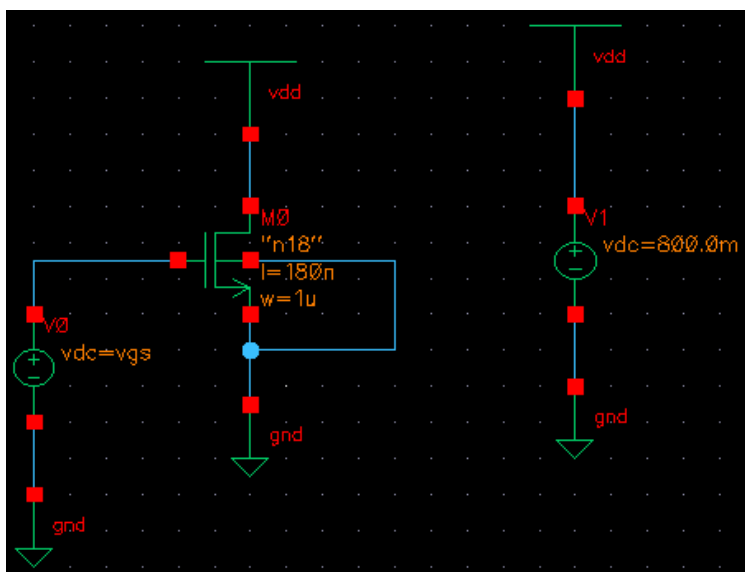

图 3.1 电路图
1、创建 cellview，按照图 3.1 所示画出电路，并设置好各元件的参数。